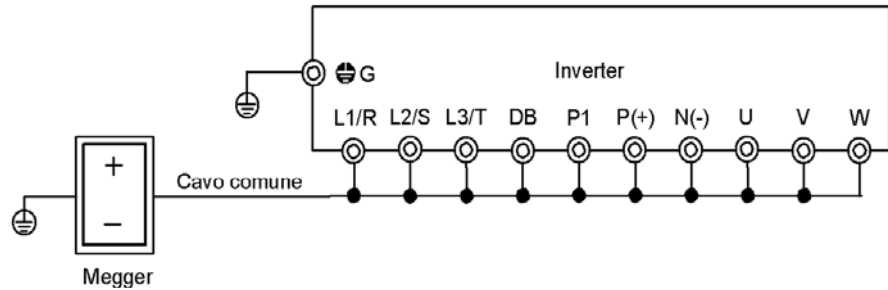

Figura 7-4-1 Test di isolamento
- 3) Collegare i morsetti del circuito principale con cavi comuni come illustrato nella figura 7-4-1.